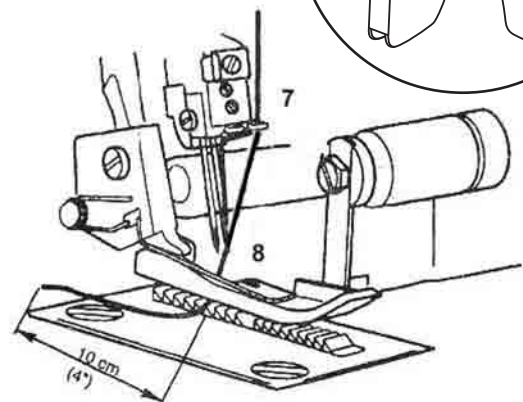

Rys.27
4. Nawlecz nitkę, jak pokazują zielone zaznaczenia (4-7) (rys. 27/28).